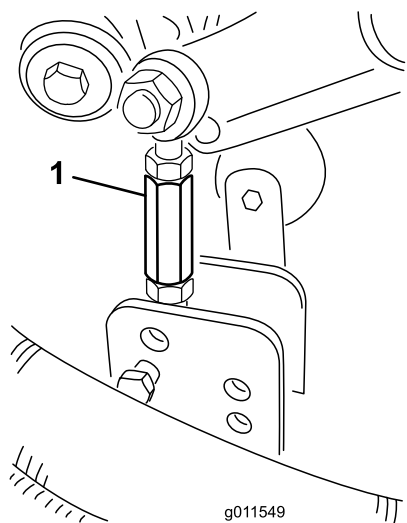

Figura 23
10. Retire os contrapinos tipo grampo e os pinos de segurança que fixam os elementos de ligação do amortecedor aos suportes da unidade de corte (Figura 23).